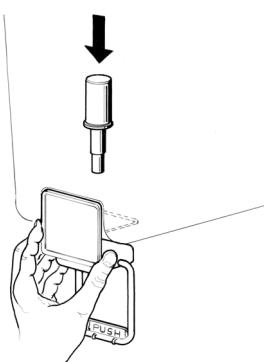

figura 5
**3 Grifo en acero inox por gravedad:** montar la palanca mando grifo y enfilar el pisón unido a la su junta (ver figura 5).